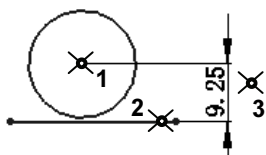

图 2.9.4 点和线间距离的标注
Step 3 分别单击位置 1 和位置 2 以选择点、直线，单击位置 3 放置尺寸，如图 2.9.4 所示。